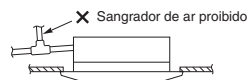

Fig. 3-11
- Não instale um sangrador de ar, pois isso pode causar o salpico de água da saída do tubo de drenagem. (Fig. 3-11)